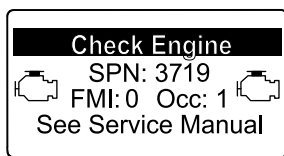

Figura 44
- Advertencia del motor SPN 3719, FMI: 0 (Figura 44)